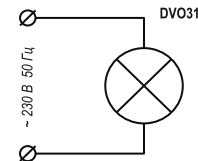

Рисунок 2. Схема подключения светильника DVO31 к питающей сети
- 7.5 Осуществить подключение изделия в соответствии со схемой подключения (рис.2).